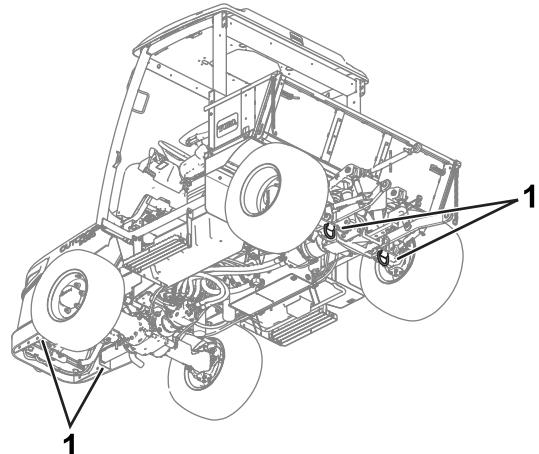

図 67
- マシンはロープ掛けポイント図 67を使って確実に固定してください。